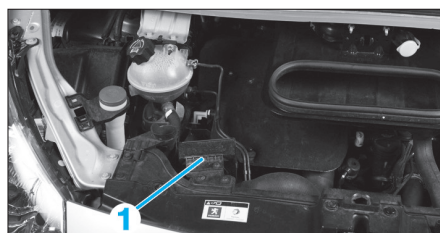

Fig. 40
- les fixations du boîtier relais (1) (Fig.40), et le mettre de côté,